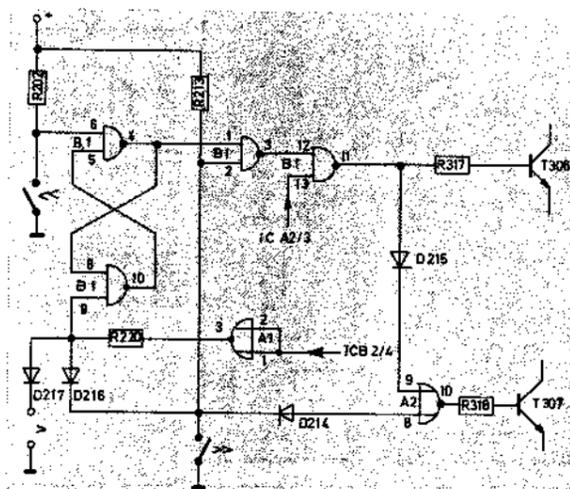

Bild 6 Setzen des Rücklaufspeichers
5.2 Setzen des Rücklaufspeichers-Polung des Motors (Schaltungs-auszug Bild 6)